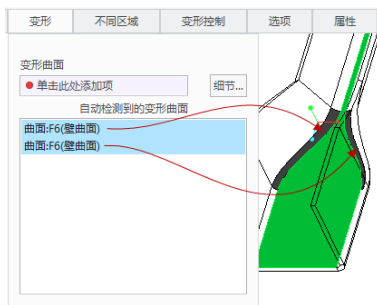
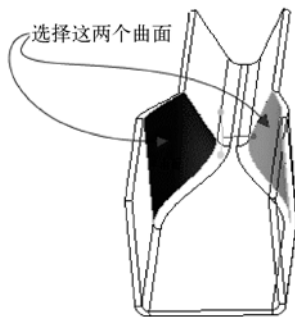

图 1-232 自动检测到的变形曲面
图 1-233 选择两个曲面
(4) 在“展平”选项卡中单击“变形”选项以打开“变形”面板,此时,自动定义的变形曲面显示在“自动检测到的变形曲面”收集器中,如图 1-232 所示。在“变形”面组中单击“变形曲面”收集器将其激活,接着结合<Ctrl>键选择图 1-233 所示的两个曲面作为附加的变形曲面。